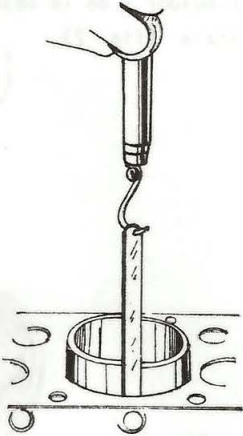

Fig. 4
- La tensión necesaria para desplazar una hoja calibrada entre el pistón y la pared del cilindro (fig. 4).